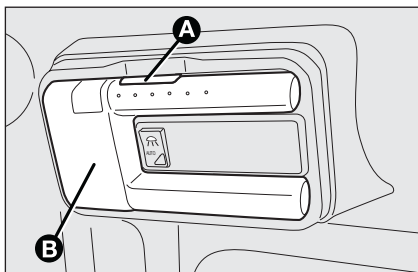

fig. 43
- appuyer sur le bouton **A-fig. 43** et extraire le plafonnier amovible **B**;